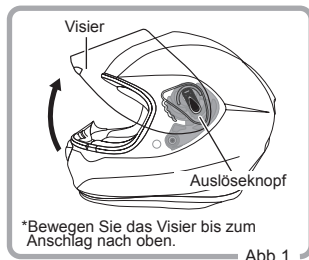

Abb.1
1. Bewegen Sie das Visier nach oben (Abb. 1).